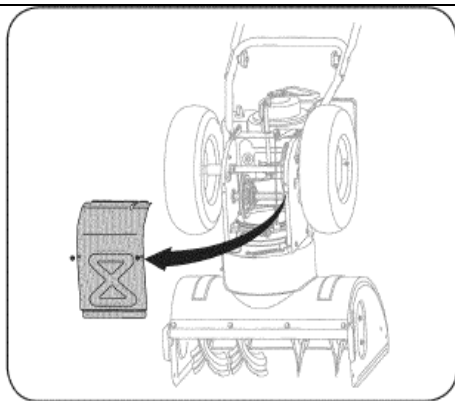

Рис. 26
5. Снимите рамную защитную крышку с нижней части снегоочистителя, вывинтив четыре фиксирующих самореза (См. Рис. 26).